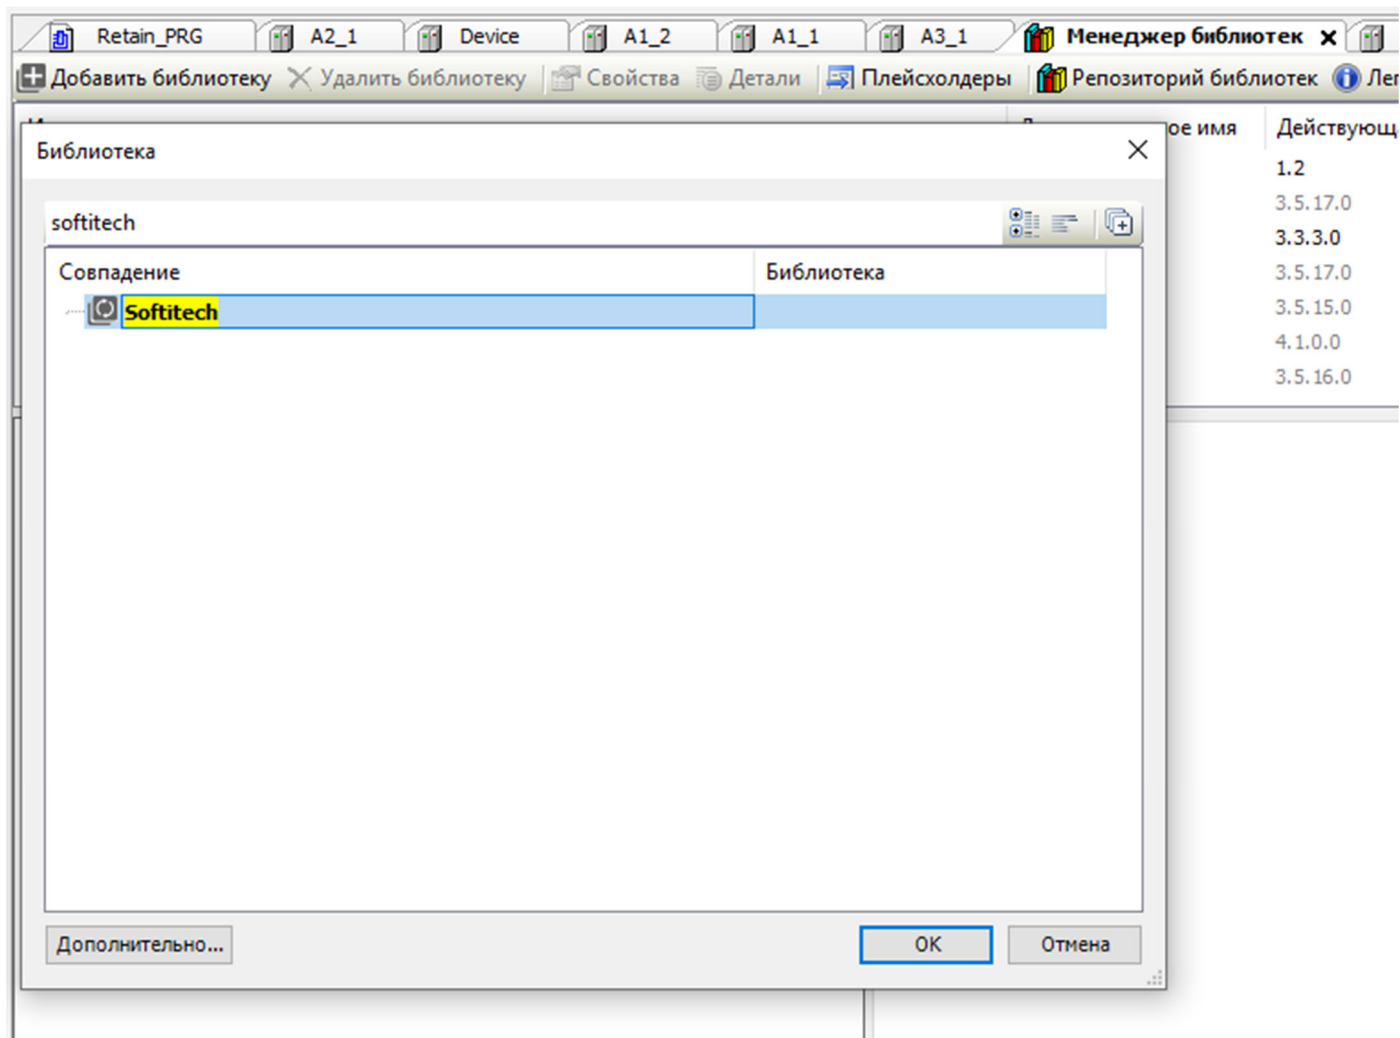

Рис. 7.1.2. Выбор и установка библиотеки Softitech.library
4. - сделайте двойной клик ЛКМ в дереве устройств по пункту «Менеджер библиотек», нажмите «Добавить библиотеку», «Дополнительно», в строке поиска введите «Softitech», выберите найденную библиотеку и нажмите «ОК» (Рис. 7.1.2.)